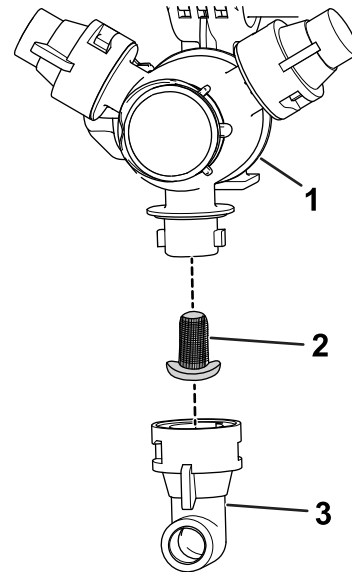

Bild 58
2. Nehmen Sie die Düse vom Sprühdrehkreuz ab (Bild 58).
3. Entfernen Sie den alten Düsenfilter (Bild 58).
4. Setzen Sie den neuen Düsenfilter ein (Bild 58).
5. Setzen Sie die Düse auf das Sprühdrehkreuz auf (Bild 58).